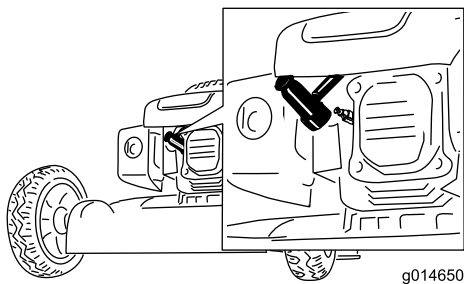

Рисунок 37
- Отсоедините провод от свечи зажигания (Рисунок 37), прежде чем выполнять любые процедуры технического обслуживания.